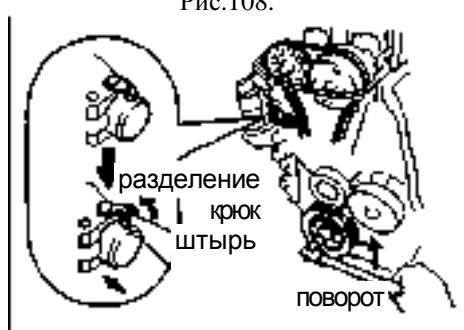

Рис.108.
- (c) Поверните коленвал против часовой стрелки для отделения крюка от запорного штыря плунжера (рис.108).